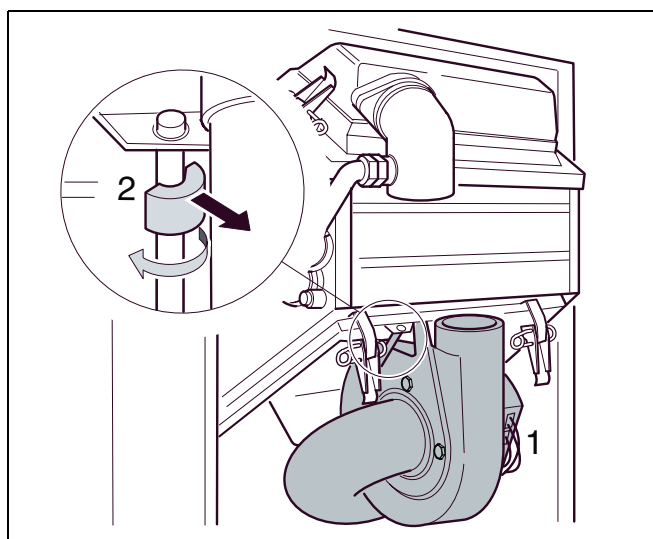

Fig. 35 Rimuovere le protezioni di tenuta
- Scollegare la spina del ventilatore (fig. 35, pos. 1).
- Ruotare la protezione di tenuta del ventilatore ed estrarla (fig. 35, pos. 2).